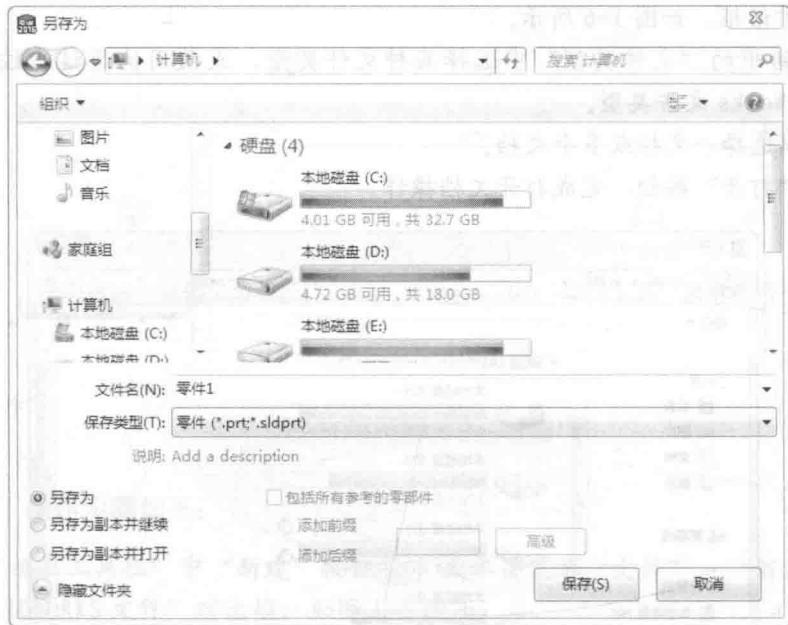

图 1-7 “另存为”对话框
- ◆ 单击“标准工具栏”中“保存”按钮，或单击菜单“文件”→“保存”，弹出“另存为”对话框，如图 1-7 所示。